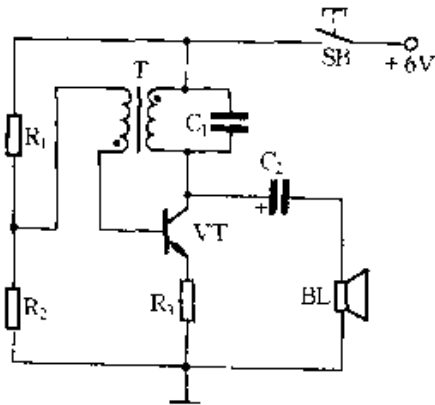

图 2-217
② 晶体三极管可以用作振荡器。图 2-217 所示为电子门铃电路,三极管 VT 与变压器 T 等构成变压器反馈音频振荡器,由于变压器 T 初、次级之间的倒相作用,VT 集电极的音频信号经 T 耦合后正反馈至其基极,形成振荡。